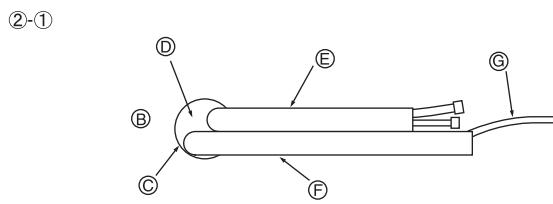

Fig. 3-5
② Pijpen links en linksachter
- ②-① Als u de pijpen linksachter wilt installeren: neem de pijpen uit het gat, zodat u de juiste lengte kunt bepalen, en bind ze samen. Het binnenapparaat moet aan de muurbevestigingsmal hangen. (Fig. 3-5)